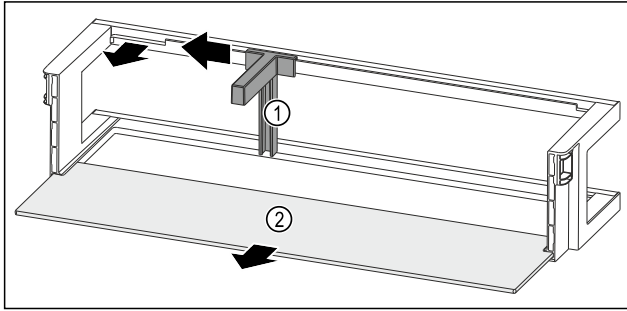

Fig. 122 Türabsteller mit Flaschenhalter und Abstellfläche
- ▶ Flaschenhalter Fig. 122 (1) bis zur Aussparung zur Seite schieben.
- ▶ Flaschenhalter Fig. 122 (1) entnehmen.
- ▶ Abstellfläche Fig. 122 (2) entnehmen.